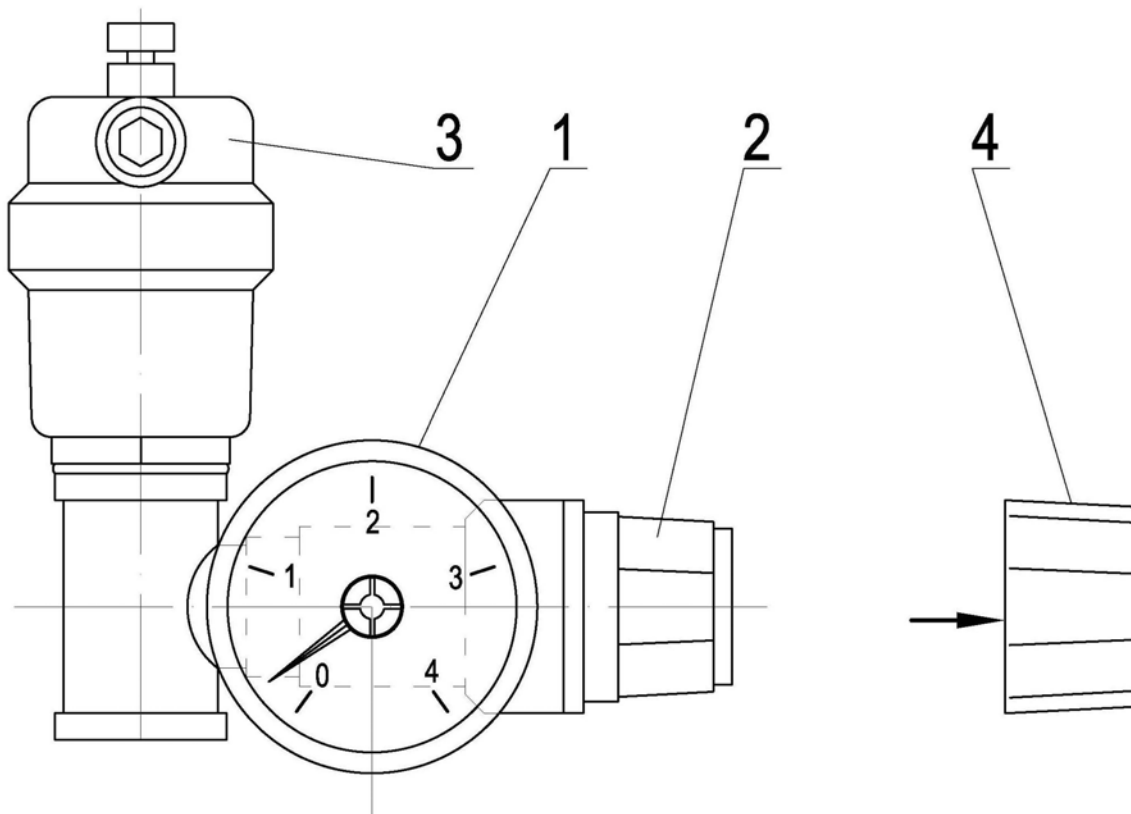

Рис.2 Предохранительная сборка
- Провести визуальный контроль целостности узлов входящих в состав предохранительной сборки Рис.2
- Снять защитный колпачок (4), слегка потянув его по направлению стрелки.
- Повернуть рукоятку предохранительного клапана (2) против часовой стрелки до характерного щелчка, при этом стрелка манометра должна показать падение давления (отклониться влево).